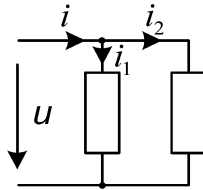

Рис. 3.3
2. Определить значение общего тока i (рис. 3.3), если